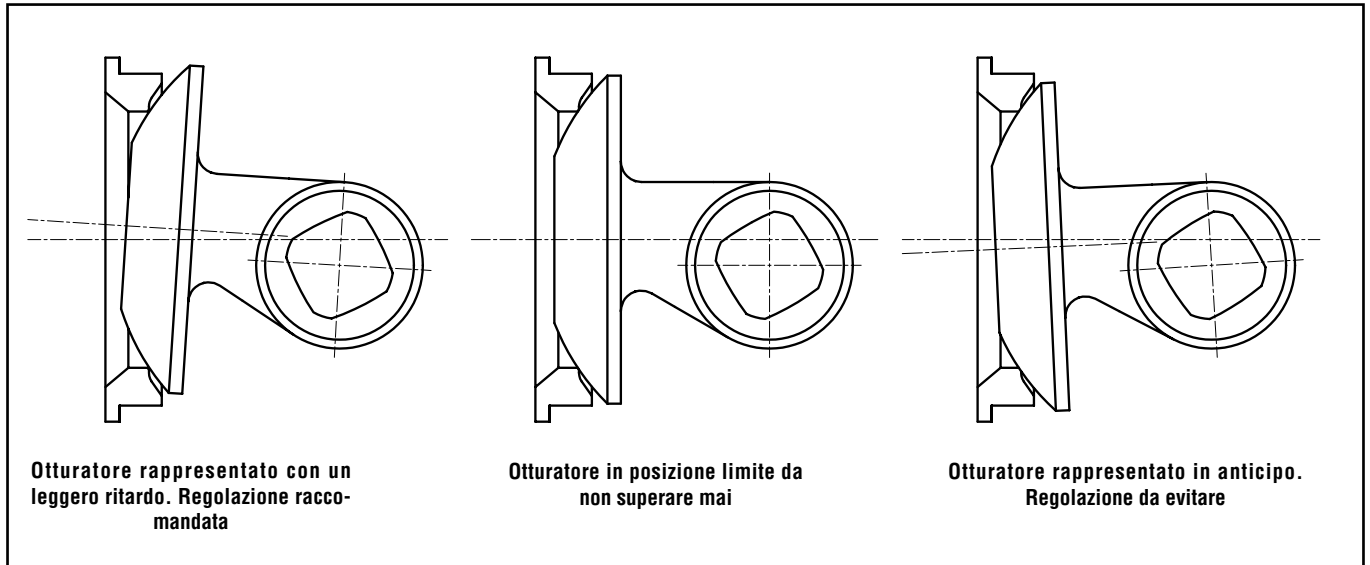

Figura 5 : posizionamento otturatore
**NOTA :** Per una tenuta ermetica ottimale, è assolutamente necessario assicurarsi che l'asse dell'otturatore non sporga oltre l'asse delle tubazioni. Si raccomanda un ritardo molto leggero ( vedere figura 5).